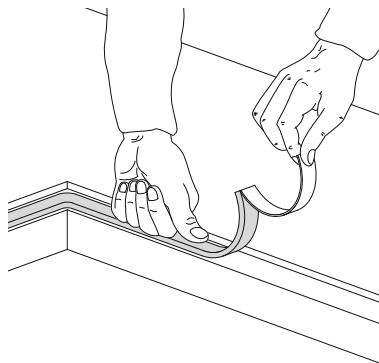

Fig. 5: *ubicación del burlete aislante*
- Antes de ubicar la placa es necesario extender sobre toda la superficie de la rebaja el burlete aislante que se suministra [Fig. 5].